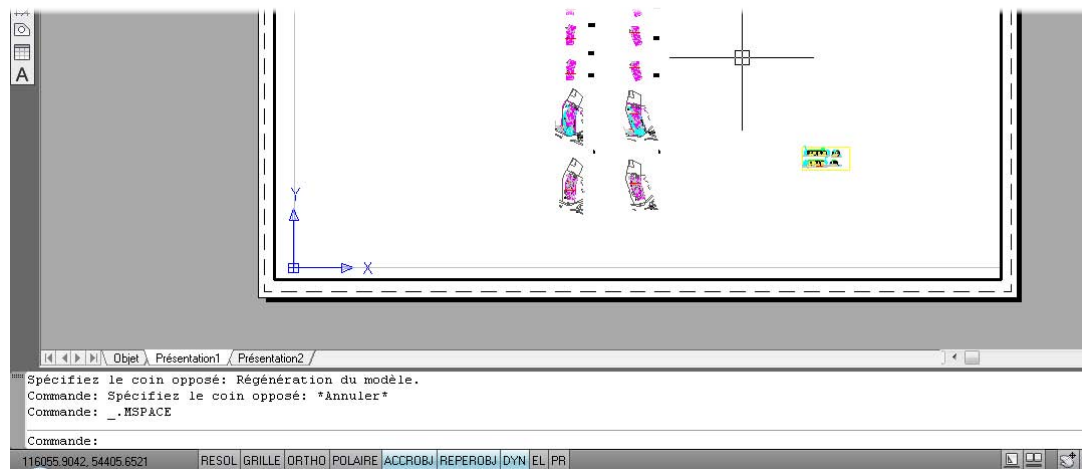

Figure 6.17
17. Double-cliquez à l'intérieur de la fenêtre. Vous remarquez un cadre noir désormais visible autour de la fenêtre (voir Figure 6.17). Vous avez maintenant accès au dessin de l'espace objet depuis la présentation.